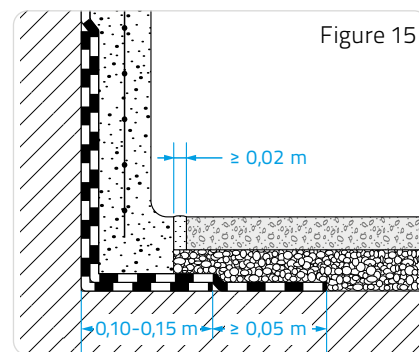

Figure 15
□ Cas particulier des terrasses techniques (Figure 15).